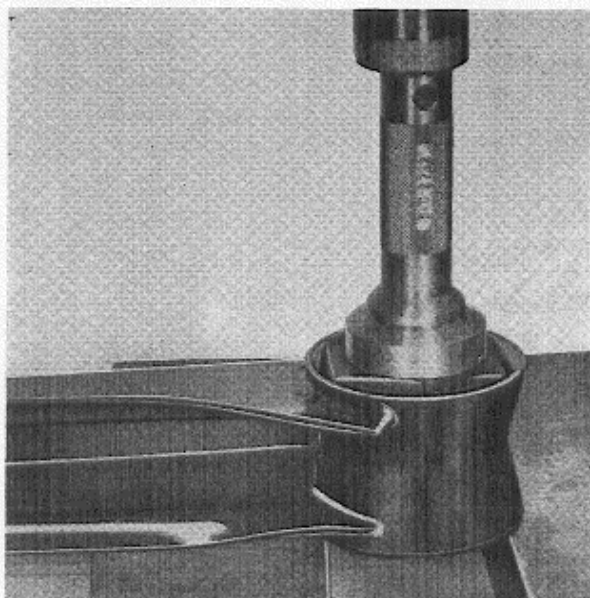

Abb. 10 Ausbau (und Einbau) der vorderen Buchse, Längslenker
4. Vordere Buchse mit SVO 2732 herauspressen. Neue Buchse mit Öl bestreichen und diese mit dem gleichen Werkzeug gemäß Abb. 10 einpressen. Beachten, daß die ebenen Seiten der Buchse im rechten Winkel zur Längsachse des Längslenkers zu stehen kommen (Abb. 10).